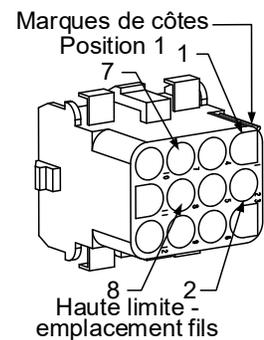

Figure 3
7. Insérer les fils dans le connecteur C-6 à 12 broches (voir Figure 3). Pour les unités à cuve pleine ou la moitié gauche d'une unité à double cuve (vue de l'arrière de la friteuse), les fils vont aux positions 1 et 2 du connecteur. Pour la moitié droite d'une unité à double cuve (vue de l'arrière de la friteuse), les fils vont aux positions 7 et 8. Dans les deux cas, la polarité n'a pas d'importance.